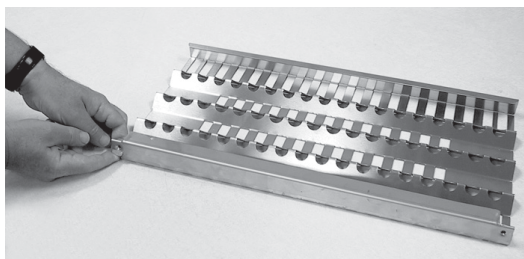

FIG. 20
2. Déverrouillez le couvercle du radiant en le poussant de deux doigts (Fig. 20).
- a) Déverrouillez le couvercle du radiant en le poussant de deux doigts (Fig. 20) ou en utilisant une pince.